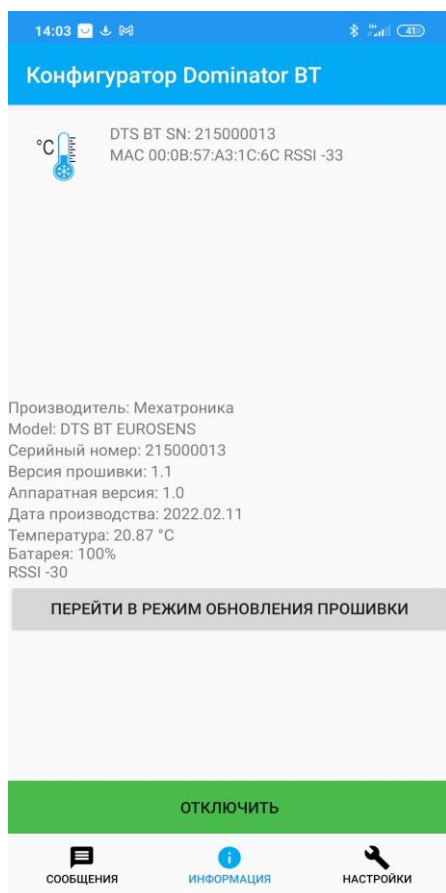

рис. 5.6.
- откройте в приложении Configurator Dominator BT вкладку «Информация» и нажмите кнопку «Перейти в режим обновления прошивки» (рис. 5.6);